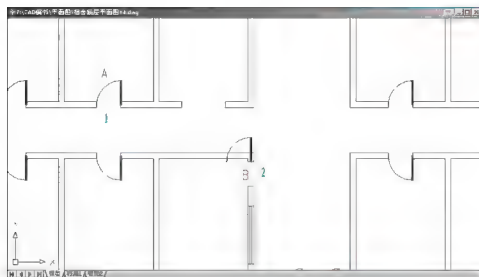

图 2.94 将 A 门复制到 B 处
- (1) 用【复制】命令将 A 复制到 B 处, 如图 2.94 所示。